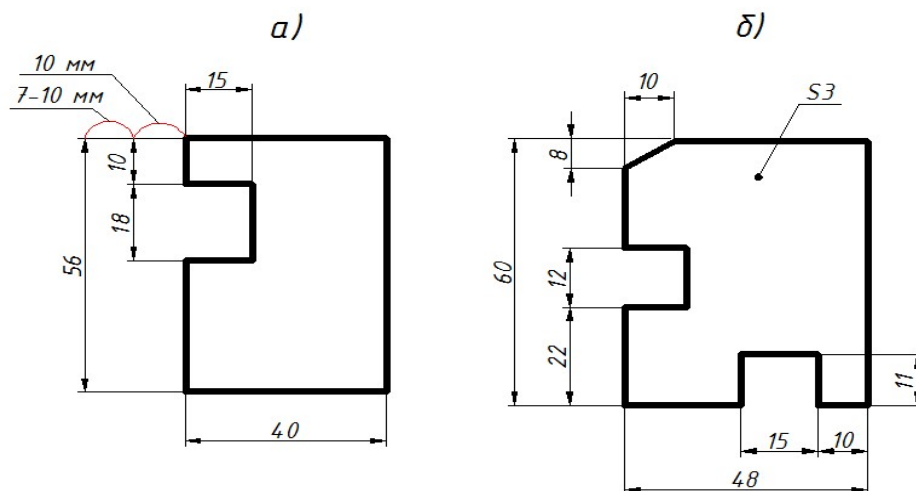

Рисунок 1. Пример нанесения размеров
1. Начать нужно с понятий выносных и размерных линий, их толщины, озвучить нормы нанесения первого и последующих размеров от исходного очерка объекта, оговорить размеры и формы стрелок, положение размерного числа над размерной линией и его приподнятого положения над ней [1]. Привести изначально самый простой графический пример (рис. 1 а), затем усложнить форму объекта, добавив конструктивные элементы и тем самым увеличив размерное поле (рис. 1 б), применив при этом педагогический подход "от простого к сложному".